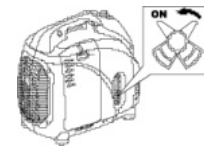

Рис. 15
**б)** Переведите топливный кран в положение «ON» (Рис. 15).